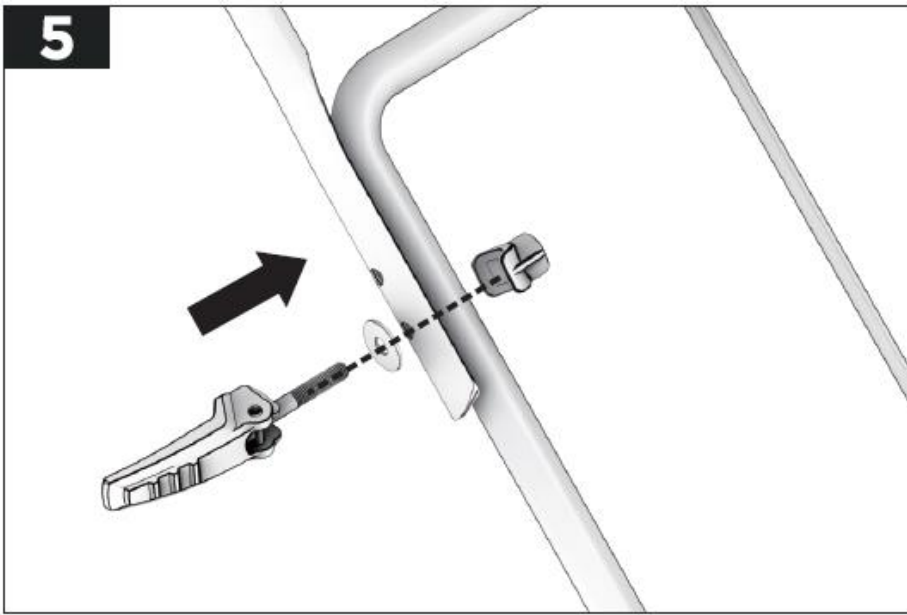

Fig 4
6. Fastgør kabelholdere, som vist. Fig. 4 (nr. 8).